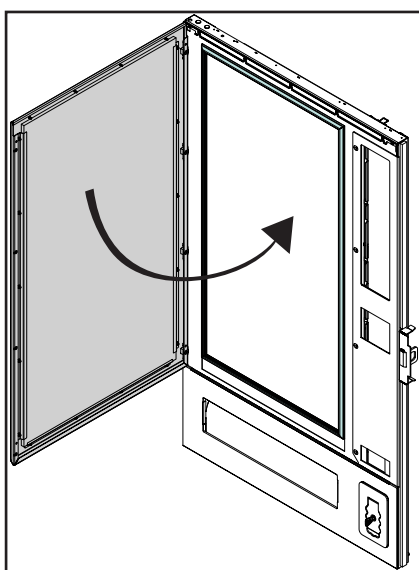

Fig. 31
6. Fermer la protection antichoc (fig. 31).